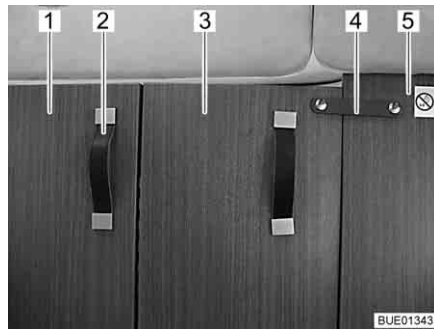

Fig. 58 Séparation pour la cabine de conduite, fermée
- Tirer la séparation pour la cabine de conduite (Fig. 58,1) complètement vers l'intérieur en saisissant le ruban-poignée (Fig. 58,2).
- Fixer la partie rabattable de la séparation pour la cabine de conduite (Fig. 58,3) avec la bande de sécurité (Fig. 58,4) à la cloison intermédiaire fixe (Fig. 58,5) située derrière le siège passager.